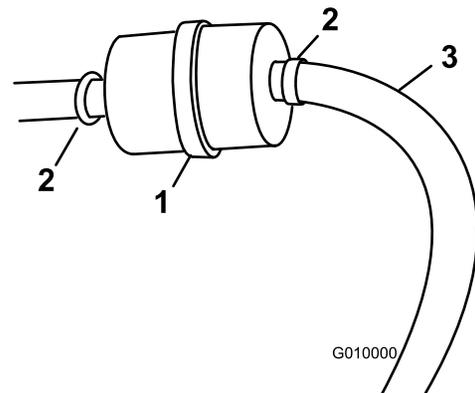

Bild 52
3. Lösen Sie die Schlauchklemmen und schieben Sie sie vom Filter weg (Bild 52).
5. Setzen Sie einen neuen filter auf die Schläuche auf und ziehen Sie die Schlauchklemmen fest (Bild 52).
3. Lockern Sie die Schlauchklemme am Kraftstofffilter und schieben Sie sie an der Kraftstoffleitung weg vom Kraftstofffilter (Bild 52).
4. Schließen Sie die Kraftstoffleitung vom Kraftstofffilter ab (Bild 52).
Hinweis: Lassen Sie das Benzin in einen Benzinkanister oder eine Auffangwanne ablaufen (Bild 52).
5. Bringen Sie die Kraftstoffleitung am -filter an. Schieben Sie die Schlauchklemme ganz an den Kraftstofffilter heran, um die Kraftstoffleitung zu befestigen (Bild 52).